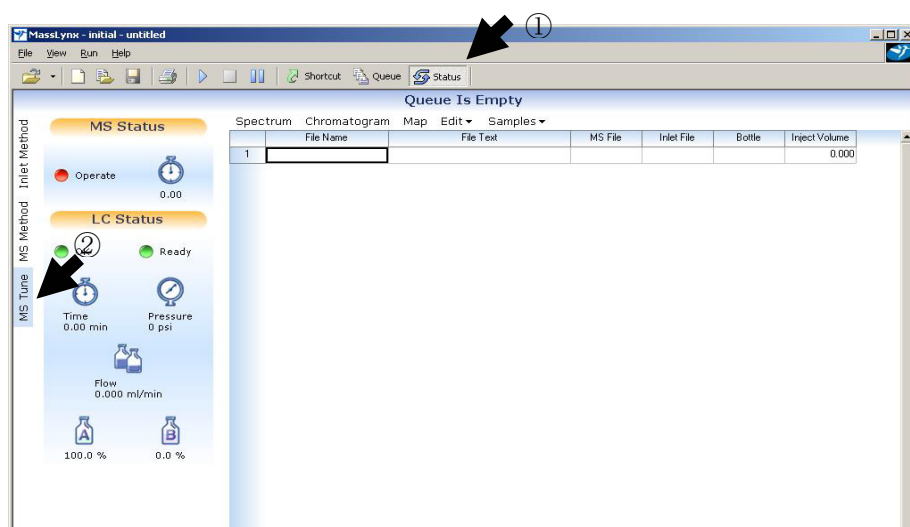

図 43 MS Tune 画面の起動
（1）MassLynx の Status ボタン①を押し（図 43）、左端にある MS Tune②をクリックする。